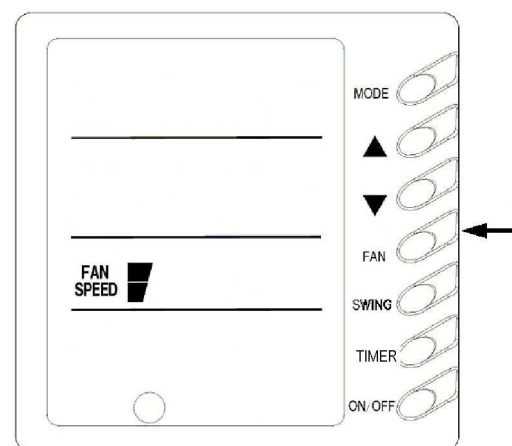

Рис.3
2) Управление вентилятором (Рис.3 показывает только этот участок, как и остальные рисунки.)